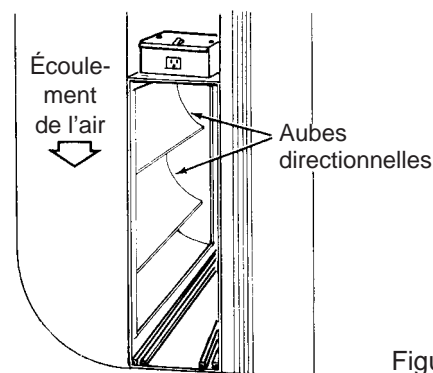

Figure 14
4. Assembler en bout le conduit de reprise d'air (habituellement une section coudée) et la face en amont du boîtier de l'épurateur. (Noter dans le coude, à la figure 14, l'utilisation d'aubes recourbées en tôle dans le but d'améliorer la distribution de l'air sur la face des cellules.)